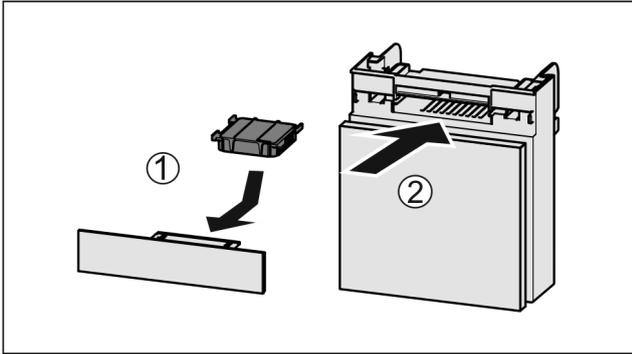

Fig. 86
- ▶ Insérer le filtre à charbon actif d'après le schéma Fig. 86 (1).
- ▶ Insérer le compartiment Fig. 86 (2).